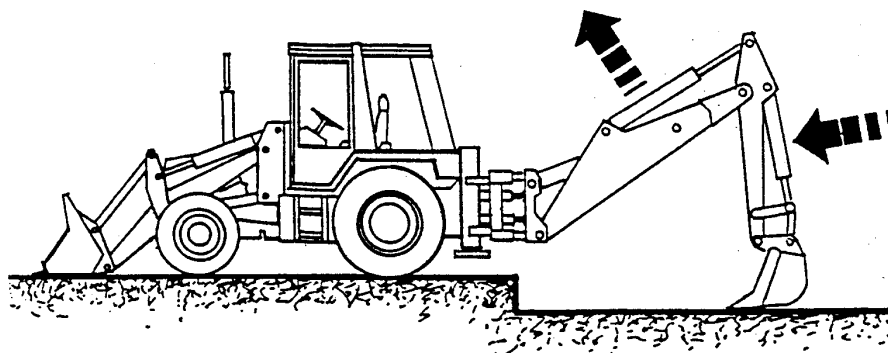

Рис. 4.69. Подготовка экскаватора-погрузчика к перемещению во время рытья траншеи
- поднять стрелу и подать ковш назад до места в котловане, наиболее близкого к машине; установить ковш на твердый грунт на дне котлована (Рис. 4.69);